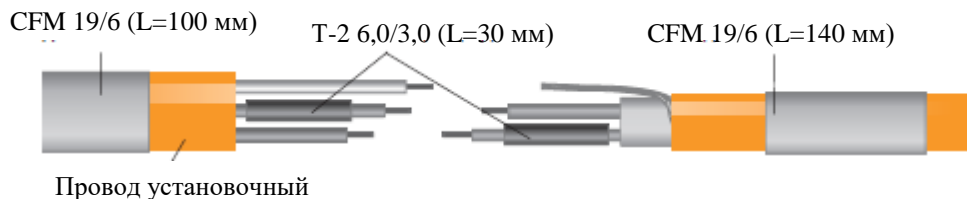

Рисунок 5
**3.6.** Установочный провод подготовить к монтажу согласно Рисунку 4. На токопроводящую жилу длиной 45 мм надеть термоусадочную трубку Т-2 6,0/3,0 длиной 30 мм, а на сам установочный провод надеть термоусадочную трубку CFM 19/6 длиной 100 мм (Рисунок 5).
**3.7.** На токопроводящую жилу нагревательной ленты длиной 45 мм надеть термоусадочную трубку Т-2 6,0/3,0 длиной 30 мм, а на саму ленту надеть термоусадочную трубку CFM 19/6 длиной 140 мм (Рисунок 5).